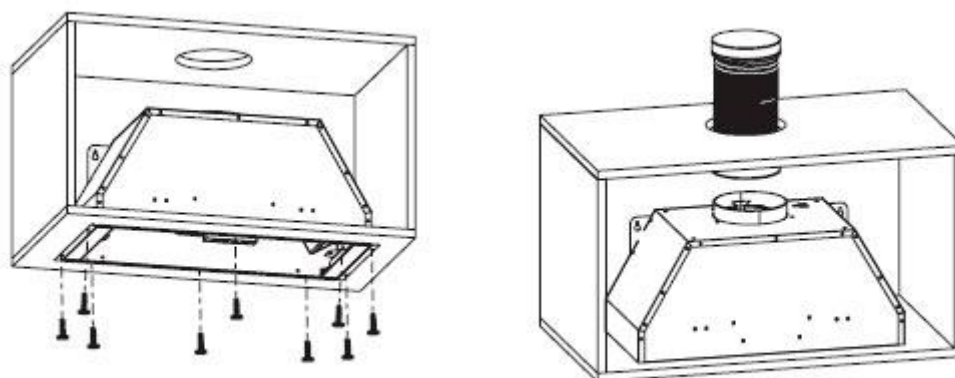

Рис. 7
5. Закрепите корпус в нижней части шкафа с помощью 10 винтов ST4\*14 мм. Смотрите рис. 7.